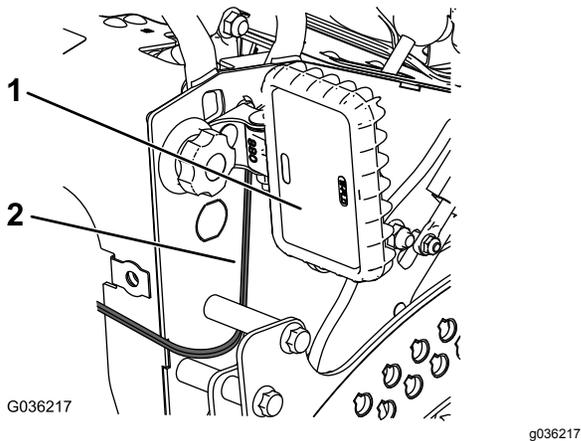

Figure 6
2. Acheminez le faisceau de câblage vers l'arrière de la machine et branchez le connecteur sur le feu arrière (Figure 6).